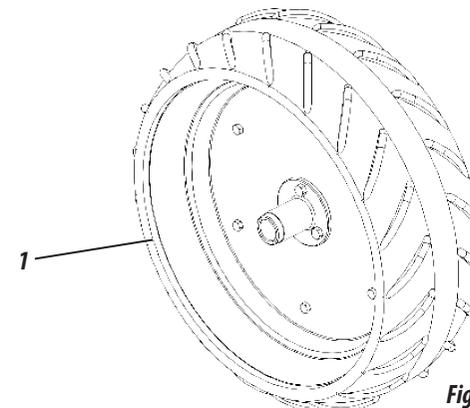

Figura 42
**RUEDA COMPACTADORA DE GOMA ( FIGURA 42 )**
- 01** - La rueda compactadora de goma (1), son utilizadas en culturas que no exigen presión sobre las semillas.